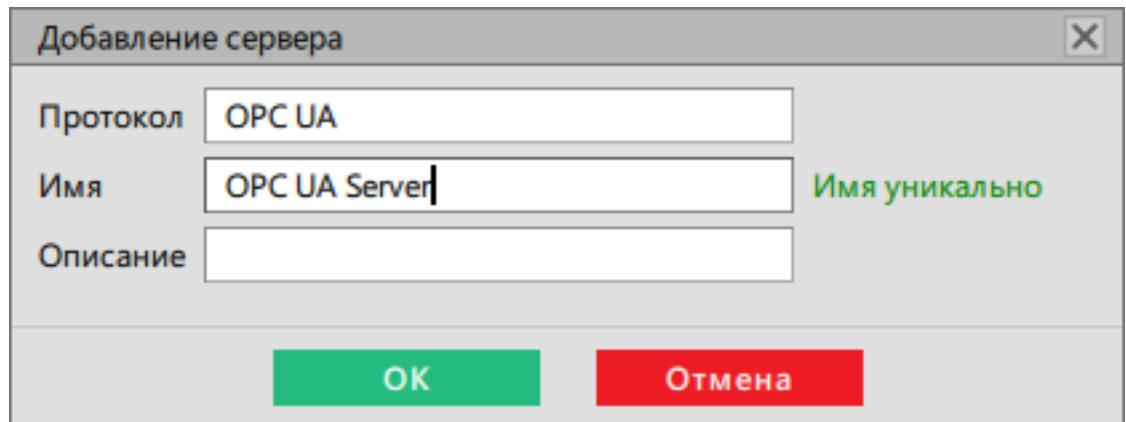

Рисунок 224 - Добавление сервера
- Настройте сервер: укажите имя и описание, нажмите OK (Рисунок 224).